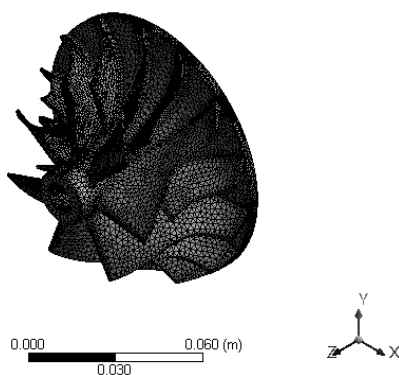

图 5-100 网格效果
Step2 :在 Outline(分析树)中的 Mesh 选项上右击 ,在弹出的快捷菜单中选择  Generate Mesh 命令 ,此时会弹出进度显示条 ,表示网格正在划分 ,当网格划分完成后 ,进度条自动消失。最终的网格效果如图 5-100 所示。